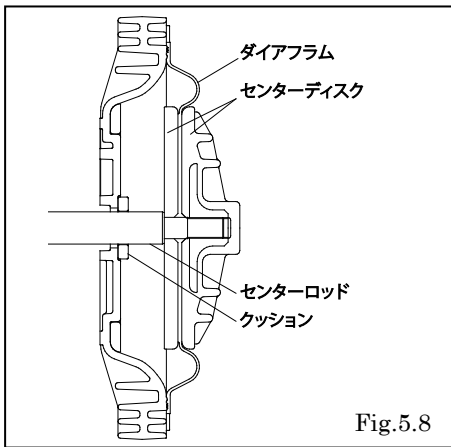

Fig.5.8
- ・片側にダイアフラムを引き出し、(B□H、B□S、B□H/T を除く) Fig.5.8 の状態でアウトチャンバーを取り付ける。ボルトは一度仮止めにする。
- ・ダイアフラムを Fig.5.8 の状態にして、アウトチャンバーを取り付ける。ボルトは一度仮止めにする。